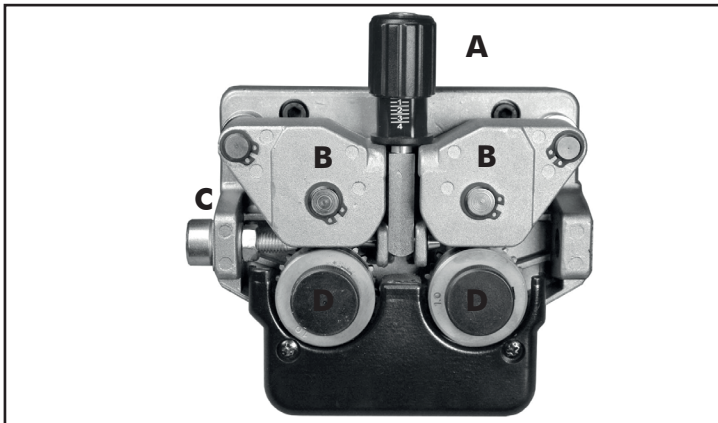

Figure 4 - Moteur dévidoir
- Desserrer et abaisser le bouton en plastique (A) et relâcher le levier presse-fil (B) (Fig.4). Extraire les résidus de fil éventuels de la gaine guide-fil.
- Relâcher le fil de la bobine et le tenir serré avec une paire de pinces de façon à ce qu'il ne puisse pas se dérouler. Si nécessaire, le redresser avant de l'introduire dans le guide d'entrée (C) du fil y introduire le fil en le faisant passer au-dessus des galets inférieurs (D) et dans la gaine guide-fil.
- Abaisser le levier presse-fil (B) et soulever le bouton en plastique (A). Serrer légèrement. Un serrage excessif bloque le fil et pourrait endommager le moteur. Un serrage insuffisant ne permettrait pas aux galets d'entraîner le fil.